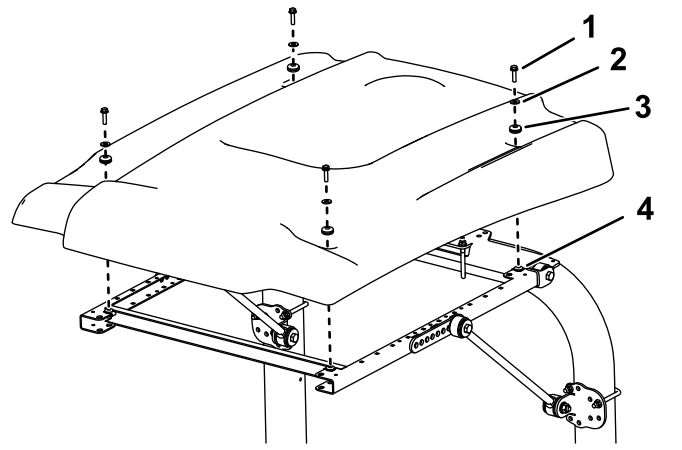

図 6
- 図 6 に示すようにサンシェードをフレームに載せて、取り付け穴を整列させる。
- サンシェードの各コーナー部をフレームに仮止めするフランジヘッドボルト 5/16 x 1" 1本、小さいワッシャ 1枚、ハトメ 1 個を使用する図 6。